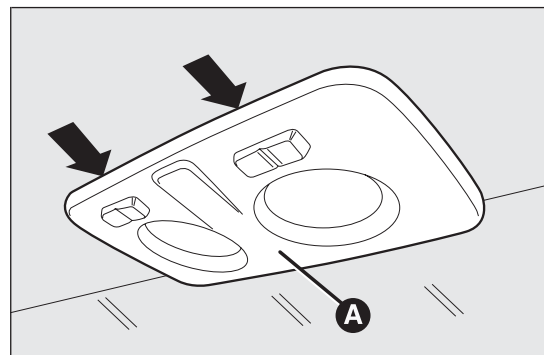
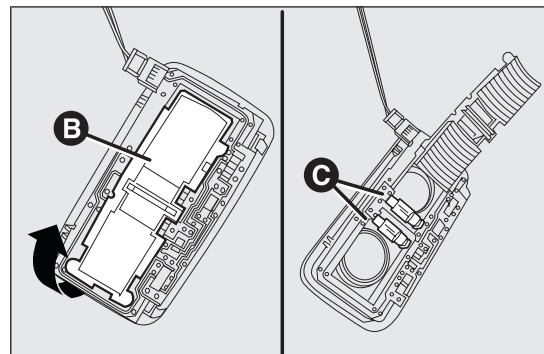

fig. 159
fig. 160
- presionar en los puntos indicados por las flechas y quitar el plafón A fig. 159;
- abrir la tapa de protección B fig. 160;
- volver a cerrar la tapa B fig. 160 y fijar el plafón A fig. 159 en su alojamiento asegurándose de que queda bloqueado correctamente.